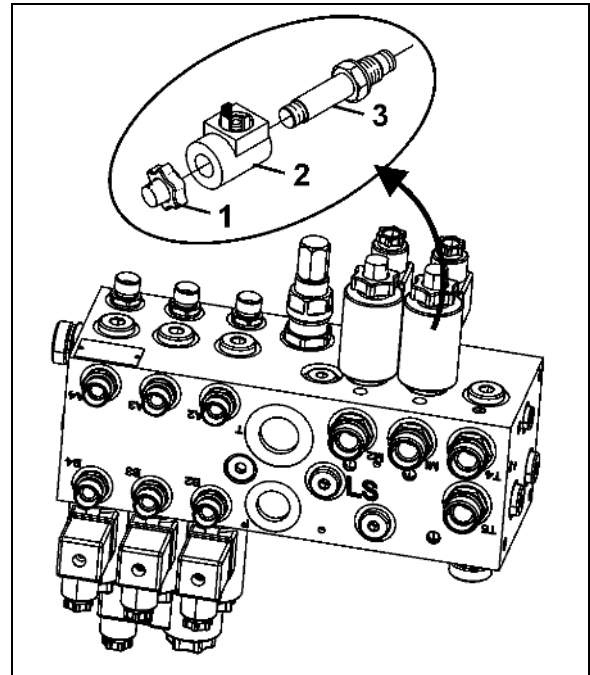

Fig. 59
2. Skru av magnetkappen (Fig. 59/1)
3. Fjern magnetspolen (Fig. 59/2)
4. Skru ut ventilstangen (Fig. 59/3) med ventilsetene og rengjør med trykkluft eller hydraulikkolje.